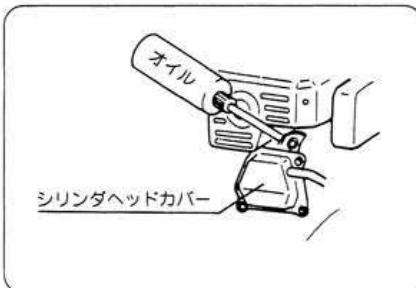

図55
- ② 点火プラグを外して、シリンダ内にエンジンオイルを2~3cc注入し、クランク軸を数回まわして点火プラグを取り付け圧縮のあるところで止めてから、保管してください。（図55）
- ③ 外面は油のしみた布で清掃してください。